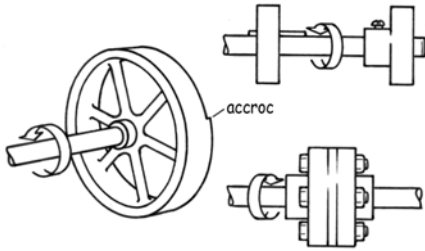

Figure 13 : Saillies dangereuses sur des pièces rotatives
- **Mouvements rotatifs, y compris les points d'accrochage pour l'alimentation des machines** : Même les arbres qui tournent lentement et uniformément peuvent accrocher les vêtements et, par un simple contact avec la peau, blesser grièvement un bras ou une main. Les blessures dues au contact avec des pièces tournantes peuvent être graves (figures 13 à 16).